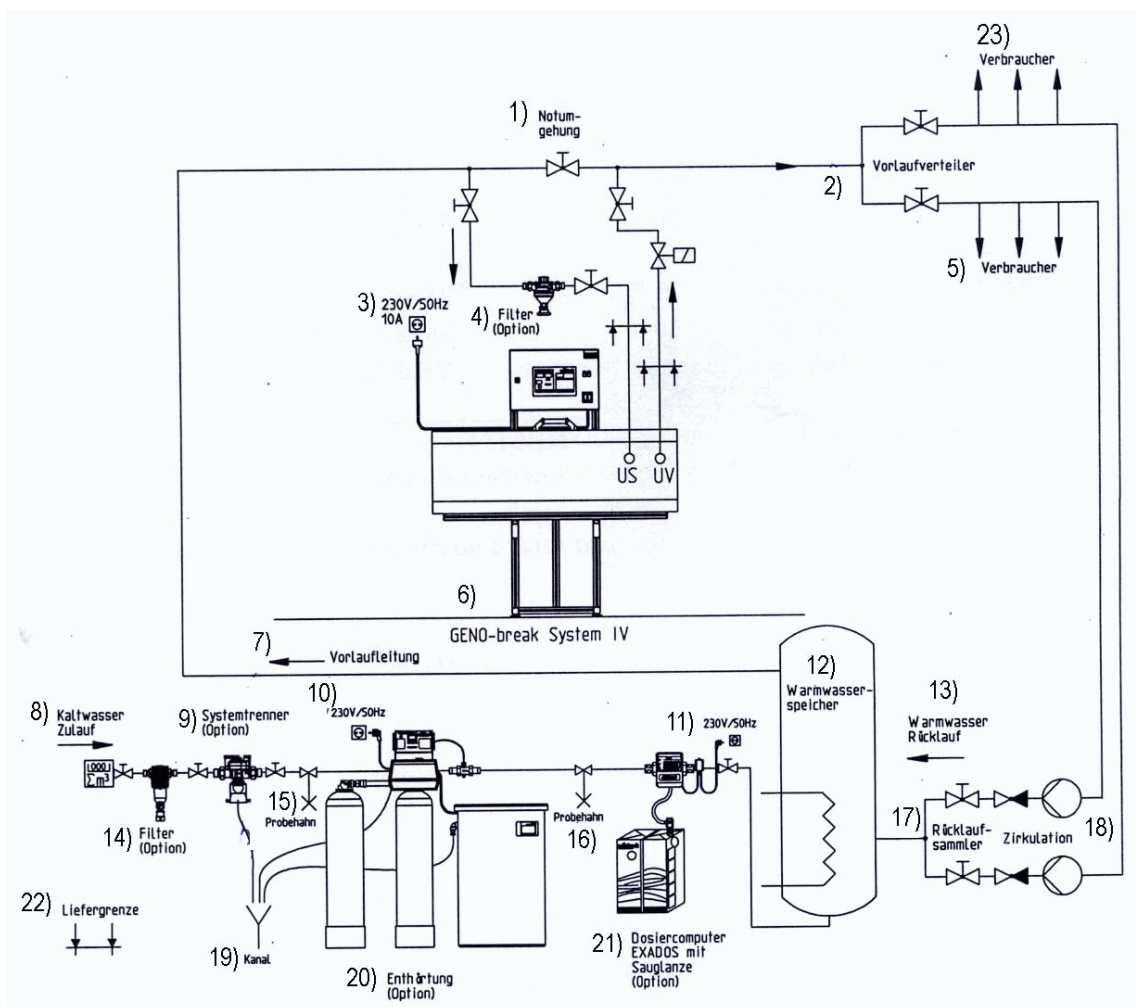

Рис. D-1: Пример монтажа
При монтаже дезинфекционной установки GENO-break® System IV в любом случае должны соблюдаться определенные правила. Дополнительные рекомендации облегчают работу с установкой. Описываемые здесь указания по монтажу проиллюстрированы на рис. D-1.
3. Установить устройство, как показано на рис. D-1.
Обеспечить подключение к воде в соответствии с рис. D-1. Учесть при этом указания и рекомендации в разделе 1.